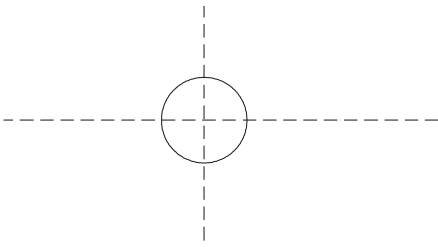

图 10-2-1
STEP 02 接下来绘制单个轮齿的实体模型,首先绘制一些辅助图素,效果如图 10-2-1 所示。其具体操作如下: